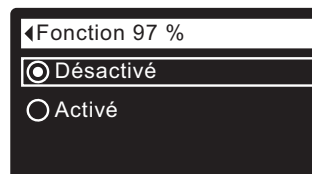

FIG. 85
8c. Fonction 97 % : Si le cercle vis-à-vis de l'option souhaitée a déjà un point (cf. Figure 85), passez à l'étape 9. Sinon, appuyez sur le bouton BAS (▼) ou HAUT (▲) pour passer à l'autre option, puis sur le sélecteur (O) pour confirmer votre choix. L'activation de cette fonction entraîne une régénération automatique du conditionneur/de l'adoucisseur lorsque 97 % de l'eau disponible a été utilisée, quel que soit le moment de la journée. Le réglage par défaut est Désactivé.